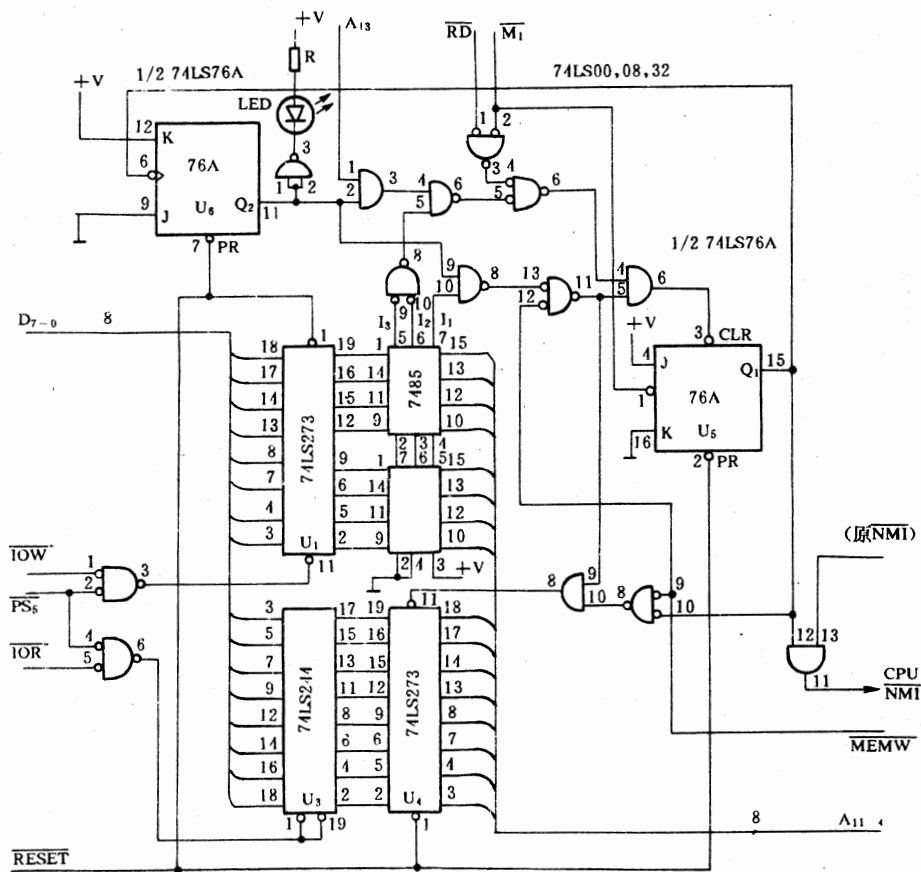

图 9
电路如图 9,是上述两电路的合成。它在两种情况之一出现时起保护作用:①在 CPU 取指周期内,指令地址在保护区外;②在执行周期内,CPU 向保护区作写操作时。不仅对保护区有保护作用,而且在多数出错情况下对非保护区也有保护作用。这样,在出错而发生中断后,不仅保存了断点各寄存器状态,还保留了 RAM 数据区、堆栈等的当前值,保证 RAM 程序、变量的安全,有利在发生中断后,供调试人员参考。中断保护发生后,单板机转入非屏蔽中断处理,且显示程序首地址(监控 TPBUG-A 版本)。